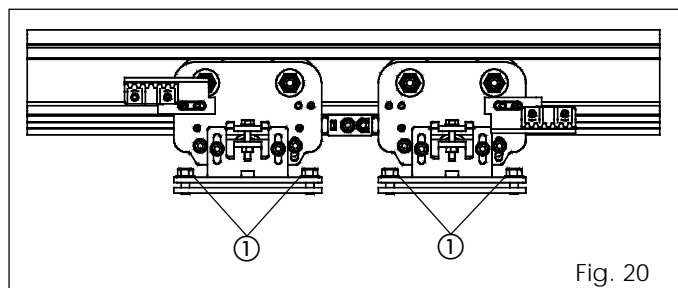

Fig. 20
Las puertas de la serie 940 SM se entregan con los carros hasta el tope del borde de cierre (fig. 20). Si fuera necesario regular el centro de la puerta, proceda del siguiente modo:
- Afloje los tornillos de fijación (fig. 20 ref. ①) del carro interesado. Acerque el carro al tope hasta que entren en contacto.